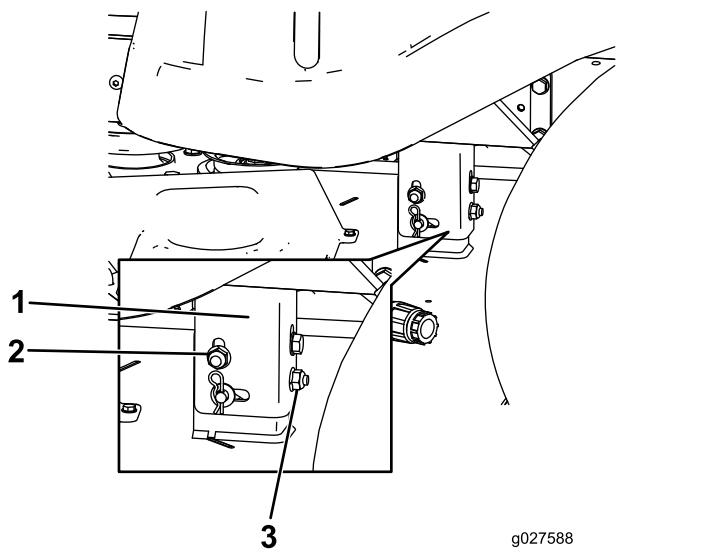

Figure 57
8. Élevez ou abaissez le côté gauche du tablier de coupe en tournant l'écrou arrière (Figure 57).